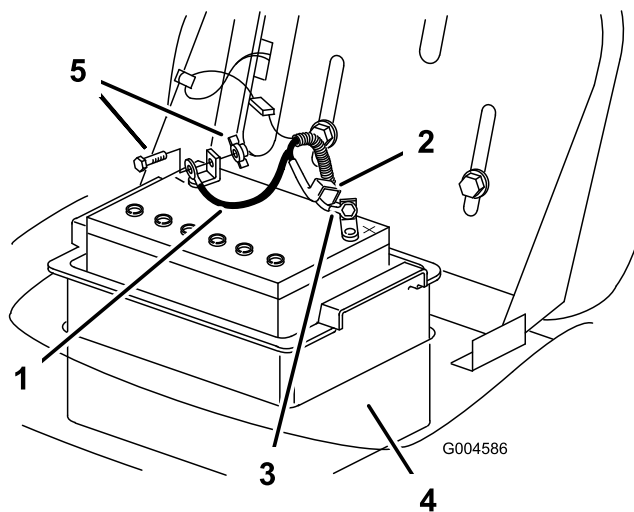

Bild 28
7. Klemmen Sie das Minuskabel (schwarz) vom Batteriepol ab (Bild 28).
9. Klemmen Sie das Pluskabel (Rot) vom Batteriepol ab (Bild 28).
10. Nehmen Sie den Batteriekasten und die Batterie aus dem Rahmen heraus (Bild 28).
1. Setzen Sie den Batteriekasten und die Batterie in den Rahmen ein (Bild 28).
2. Schließen Sie das Pluskabel (rot) mit der Schraube und der Flügelmutter am (+) Pluspol an (Bild 28).
4. Schließen Sie das (schwarze) Minuskabel mit der Schraube und Mutter am (–) Minuspol an (Bild 28).